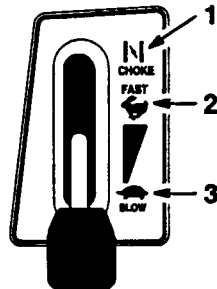

Fig. 8
4. Sæt gashåndtaget på "CHOKER" (CHOKE) (fig. 8).
- Når motoren starter, flyt langsomt gashåndtaget til "HURTIGT" (FAST) (fig. 8). Hvis motoren går i stå eller hakker, skal gashåndtaget sættes tilbage på "CHOKER" (CHOKE) et par sekunder. Derefter sættes gashåndtaget på "HURTIGT" (FAST). Gentag dette efter behov.
- Sæt gashåndtaget på "LANGSOMT" (SLOW) (fig. 8).